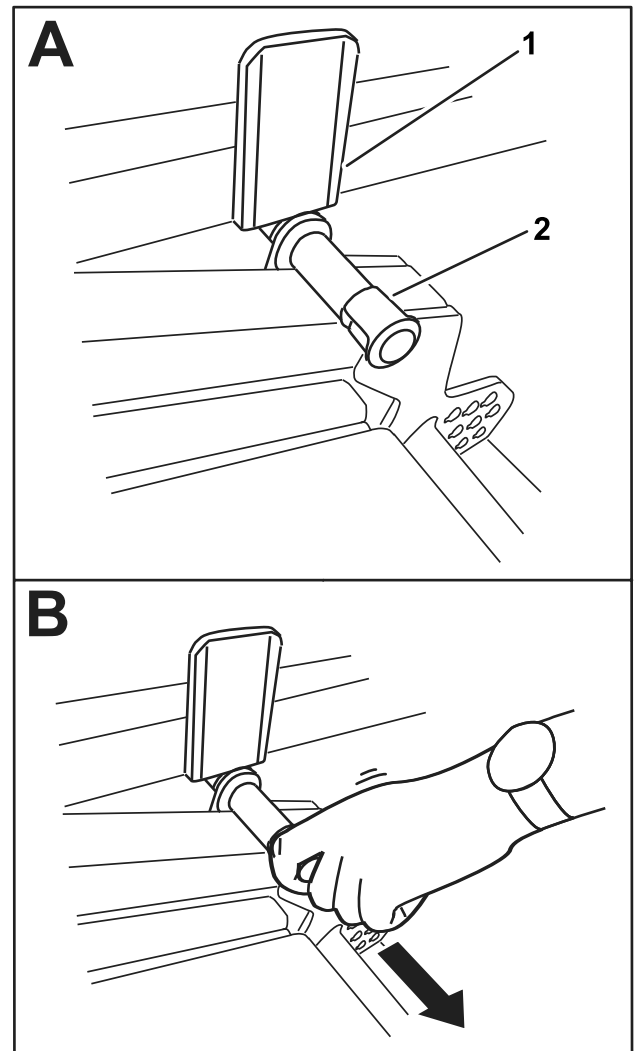

図 38
2. ピンが昇降アームプレートに当たるまでカッティングユニットをゆっくりと降ろす図 38。
3. 足でカッティングユニットを下げ、ピン図 38を引き抜くと、カッティングユニットは移動走行位となる。